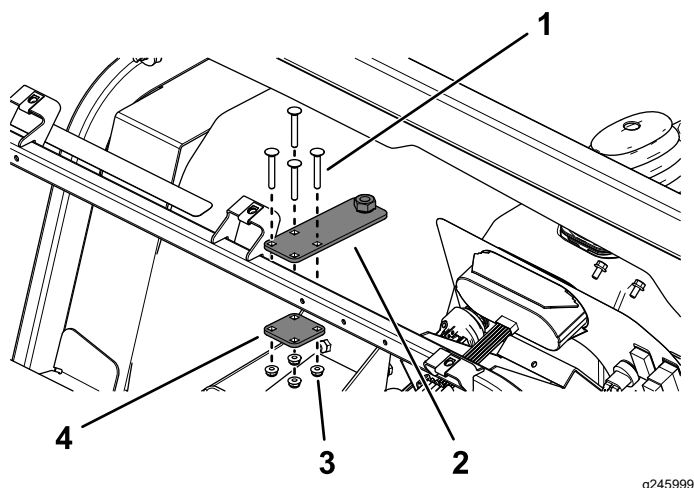

Figure 36
2. Fixez la plaque de réglage et la plaque d'appui au tube de support du tablier à l'aide des 4 boulons de carrosserie ($\frac{1}{4}$ " x $1\frac{3}{4}$ ") et écrous à embase ($\frac{1}{4}$ "), comme montré à la Figure 36.